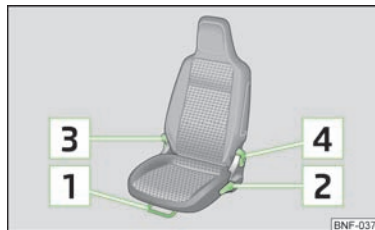

Fig. 33
- Tirare verso l'alto la leva **1** » fig. 33 e spingere contemporaneamente il sedile nella posizione desiderata.
- Se si desidera sollevare il sedile, tirare la leva **2** verso l'alto o pompare » fig. 33.
- Sbloccare l'inclinazione del sedile (senza appoggiarsi), tirare la leva **3** o » fig. 33 **4**¹⁾ all'indietro e quindi regolare con la schiena l'inclinazione desiderata dello schienale.
- Tirare la leva **3** » fig. 33 o **4** e ribaltare in avanti lo schienale. Al tempo stesso spingere in avanti il sedile.